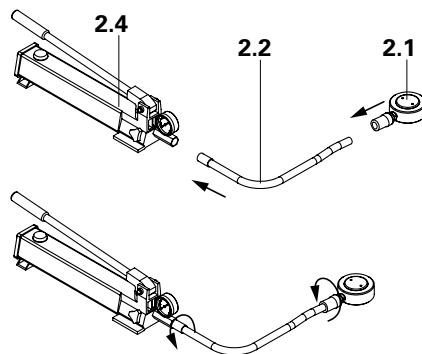

Fig. 15
3. Rimuovere i tappi antipolvere e avvitare il tubo idraulico (2.2) al cilindro idraulico (2.1). (Fig. 15)